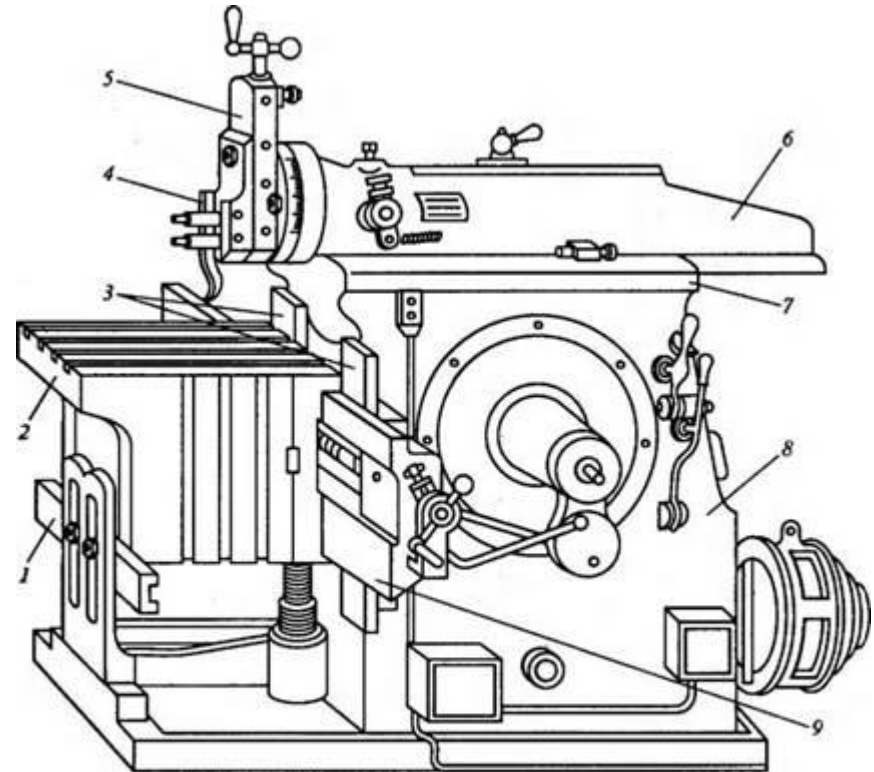

Рис. 6.38. Поперечно-строгальный станок мод. 736:
- **Основным узлом поперечно-строгального станка мод. 736 с кривошипно-кулисным механизмом** (рис. 6.38) является станина 8, по верхним горизонтальным направляющим 7 которой перемещается ползун 6 с установленным на нем суппортом 5. По вертикальным направляющим 3 станины перемещается поперечина 9, снабженная горизонтальными направляющими, на которых установлен стол 2, имеющий в результате этого возможность перемещаться вправо и влево относительно ползуна. Для увеличения жесткости стол поддерживается стойкой. На горизонтальной и вертикальной поверхностях стола выполнены Т-образные пазы, которые служат для установки и крепления заготовок и технологической оснастки.